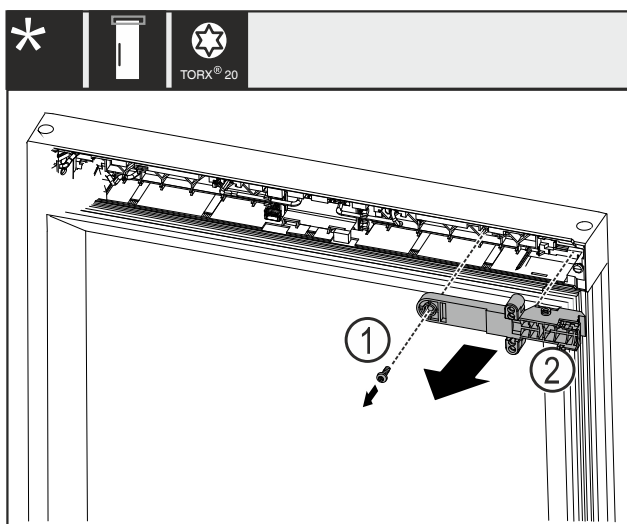

Fig. 25
- ▶ Odstranite vijak Fig. 25 (1).
- ▶ Snemite držalni element ključavnice Fig. 25 (2).